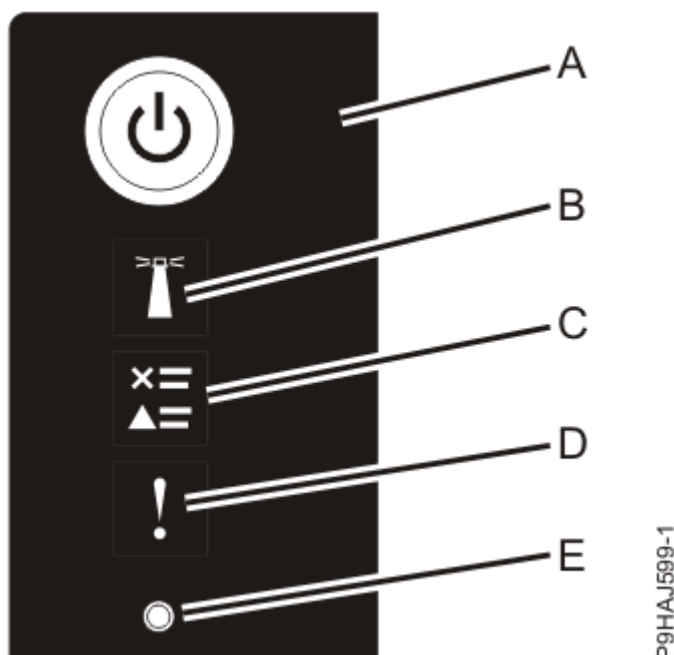

Figura 28. LEDs do painel de controle
3. Pressione o botão power **(A)** no painel de controle, conforme mostrado na Figura 28 na página 35.